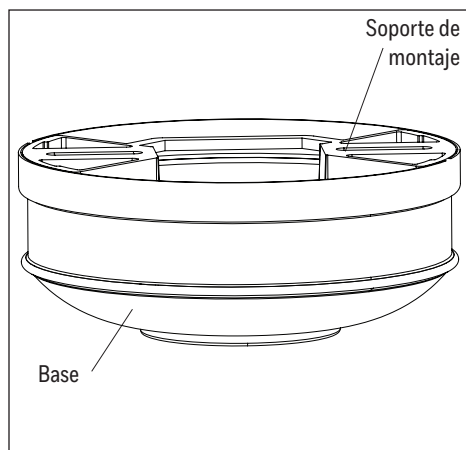

Figura 2.1
1. Sostenga con firmeza la cubierta mientras gira el soporte de montaje en dirección contraria a las manecillas del reloj para retirarla (Figura 2.1).